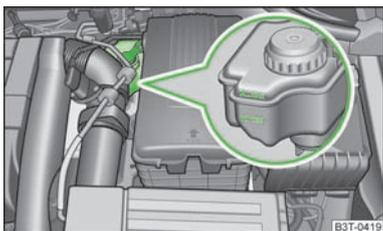

Abb. 146
- Den Bremsflüssigkeitsstand am Behälter prüfen » Abb. 146. Der Stand muss zwischen den Markierungen „MIN“ und „MAX“ liegen.